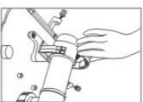

Рис.17
4. Откройте зажим и открутите контргайку. (Рисунок 17,18)